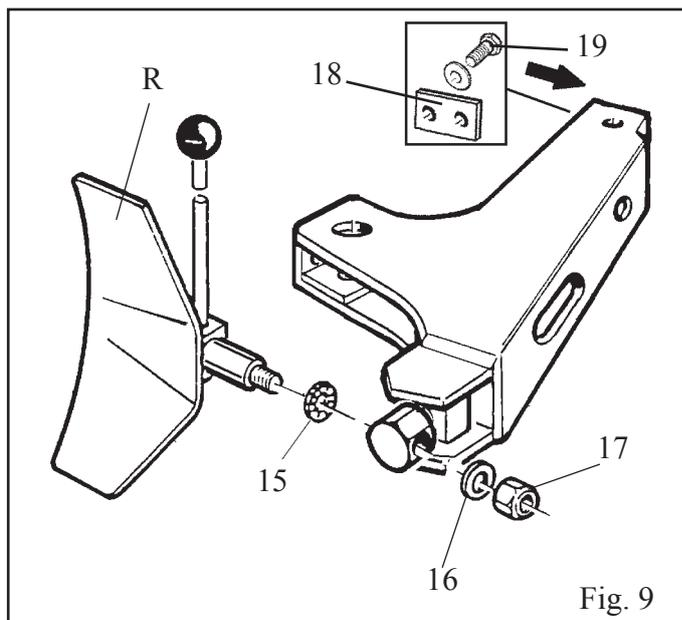

Fig. 9
Schaufel (R) auf Wulstabdrückarm einbauen und feststellen, daß Scheibe (15) auf Innerseite und Scheibe (16) auf Außenseite des Armes positioniert werden. Fig. 9.
Die selbstsichernde Mutter (17) auf den Schaufelstift anziehen, um die ganze Gruppe zu befestigen. Fig. 9
Plättchen (18) nach Maschinenaussenseite schieben (Richtung Pfeils, Abb. 9) und Schraube (18) angemessen festmachen.